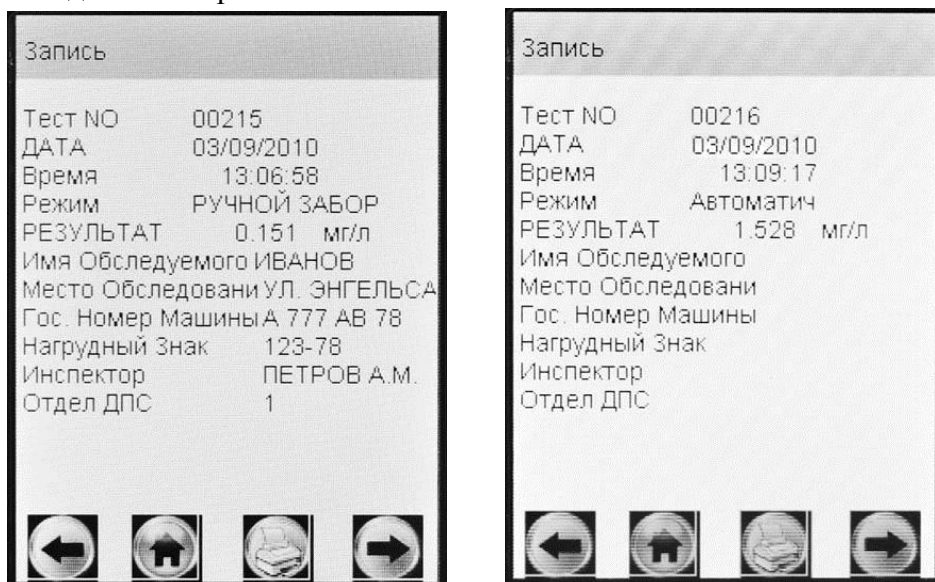

Рисунок 25 – Просмотр памяти
2.12.2 Если измерения производились в режиме измерения с вводом данных, результаты измерения хранятся в памяти совместно с автоматически сохраняемыми данными (дата, время и т.д.) и с данными, введенными в предназначенные для заполнения поля (рисунок 25, слева).
2.12.3 Если измерения производились в режиме измерения без ввода данных, в памяти хранятся только результаты измерения совместно с автоматически сохраняемыми данными (рисунок 25, справа).
- находясь в окне «**Запись**» (рисунок 25), зажмите и удерживайте сервисную кнопку и кратковременно нажмите кнопку включения/выключения; на экране появится окно перехода к требуемому протоколу (рисунок 26);